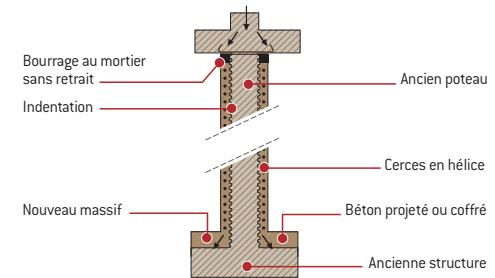

Figure 8. Chemisage en béton armé d'un poteau + fondation renforcée [coupe transversale]
• Renforcement par application de matériaux composites (fibres carbone, verre...) ou par chemisage en béton armé (fig. 8, 10 et 11).